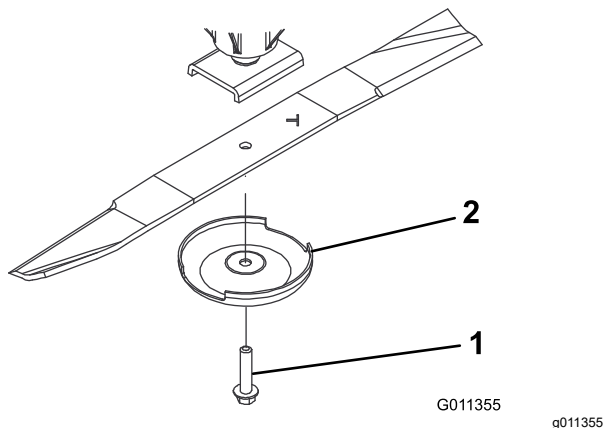

Figura 16
3. Togliete il bullone, la coppa antistrappo e la lama dall'asse del perno (Figura 16).